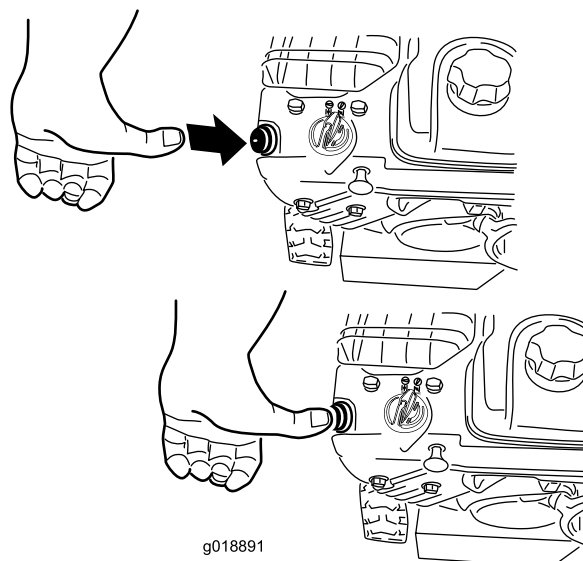

Figura 22
4. Con il pollice, spingete lo starter con forza due volte (temperature superiori a -9°C) o 4 volte (temperature inferiori a -9°C), lasciandolo inserito ogni volta per un secondo prima di rilasciarlo (Figura 22).